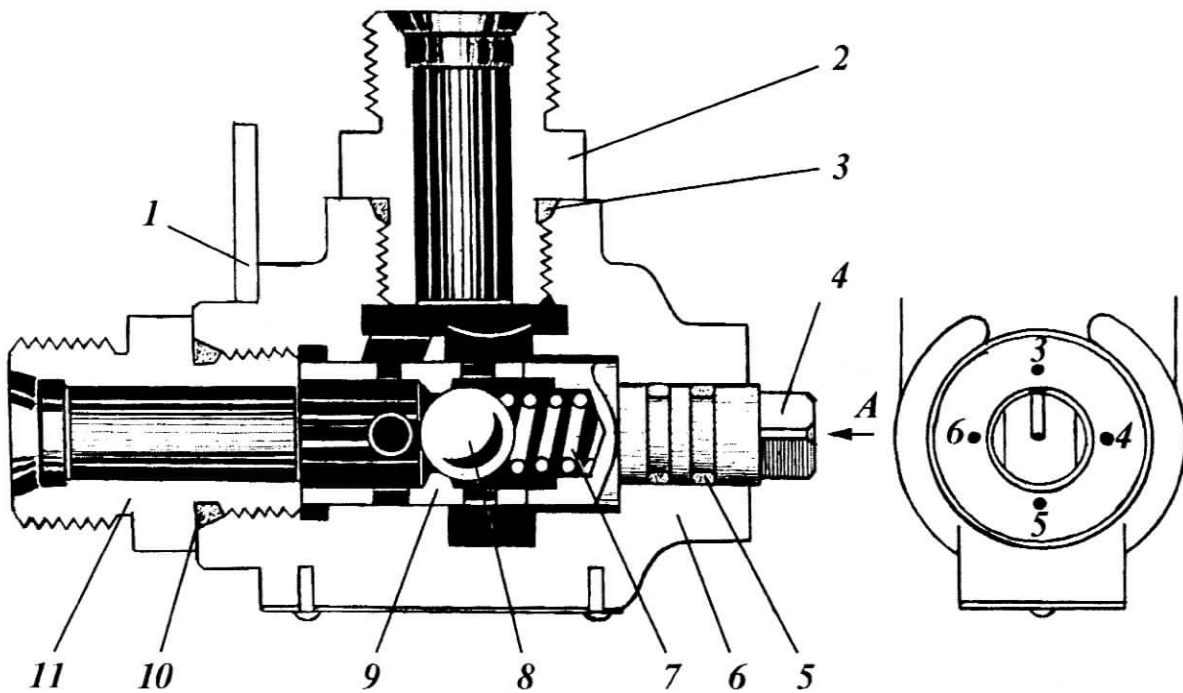

Рис.98 - Клапан дросселирующий настраиваемый КДН 00.000-06
3.5.1.5 Для регулировки скорости опускания адаптера на трубопроводе, ведущем к гидроцилиндрам подъема адаптера, установлен клапан дросселирующий настраиваемый (рис.98) Для уменьшения скорости опускания шпиндель КНД 00.000 необходимо установить на меньшее давление (0 3; 4; 5; 6).